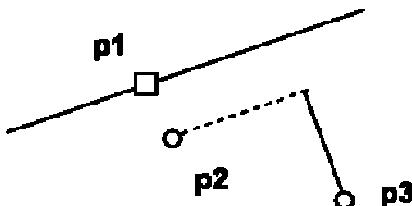

Рис. 1.10 - Построение отрезка, перпендикулярного заданной прямой
2) Перпендикулярный отрезок: а) указать графическим курсором прямую (точка **p1**), которой должна быть перпендикулярна другая прямая; б) указать графическим курсором последовательно две точки **p2** и **p3** (рис. 1.10).